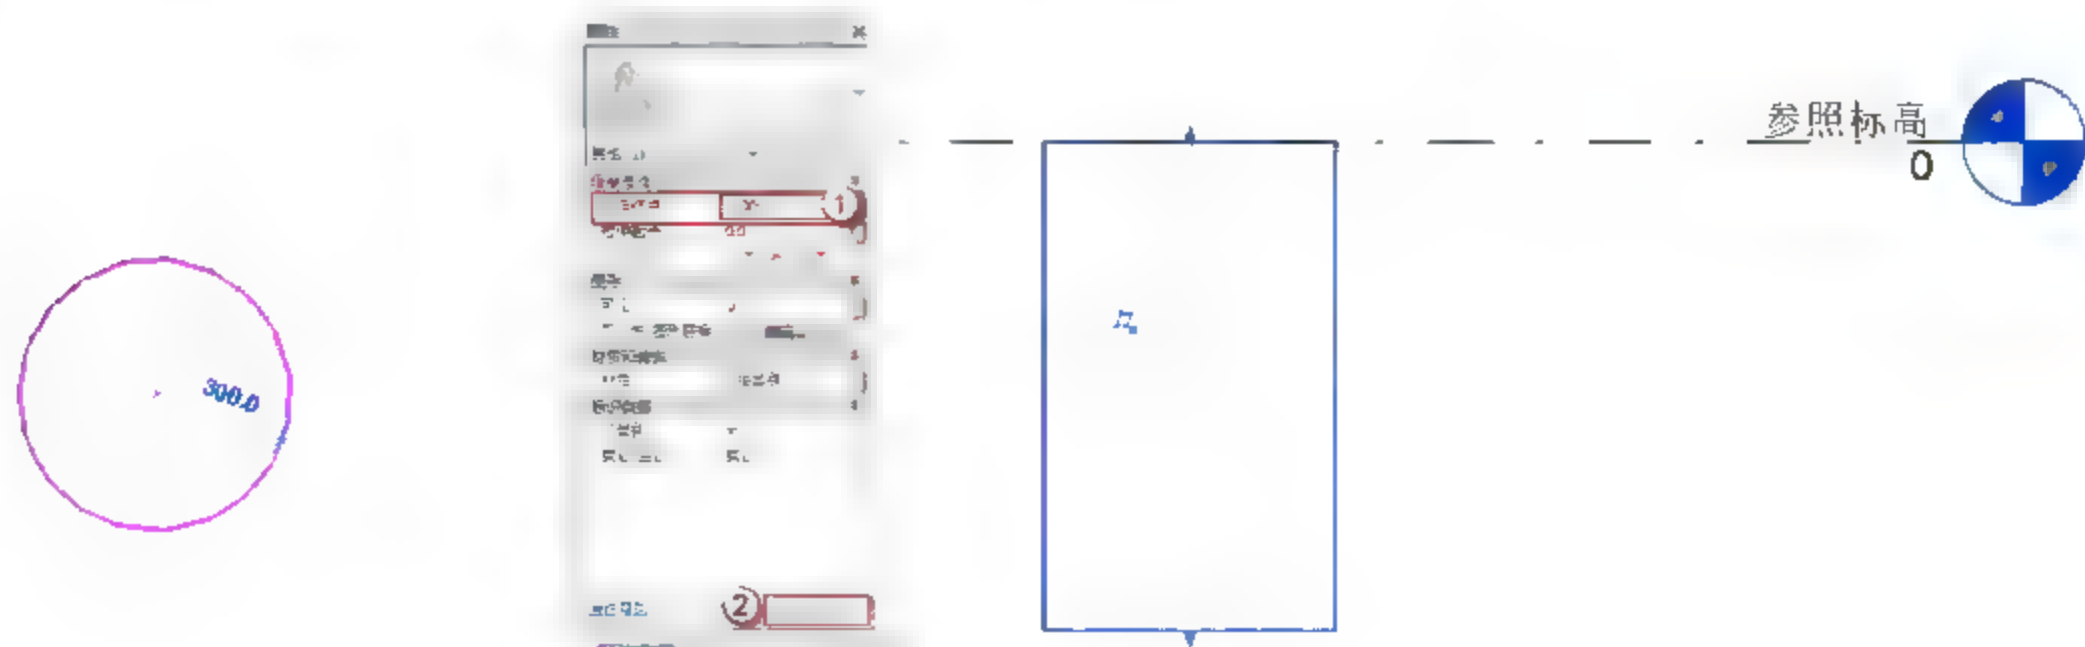

图 2.2.2 绘制桩截面
(2) 绘制桩截面。选择“创建”→“拉伸”→“圆形”命令，输入桩半径数值 300 绘制圆形桩截面，在“属性”面板中，在“拉伸终点”后输入数值 1000，单击“应用”按钮，在“立面→前视图”截面，查看桩长，如图 2.2.2 所示。